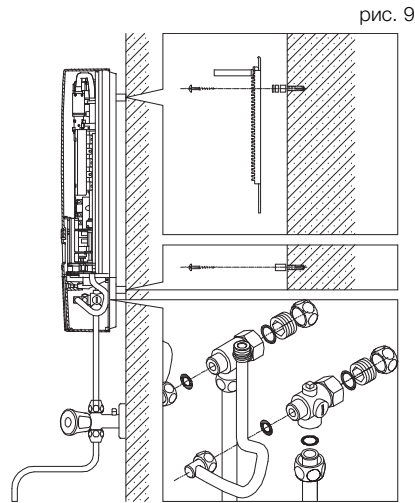

рис. 9
- Для открытого настенного подключения желательно установить прибор на расстоянии от стенки, как показано на рис. 9, используя прилагаемые промежуточные прокладочные кольца. При этом следует также использовать два отверстия около подключения воды для фиксации нижней части прибора.